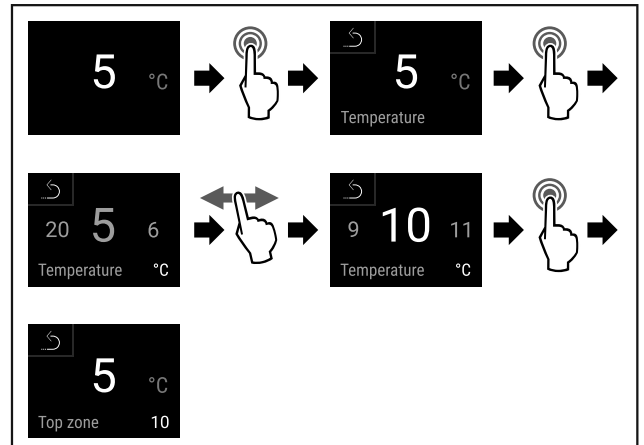

Fig. 67
- Complete steps (see Fig. 67).